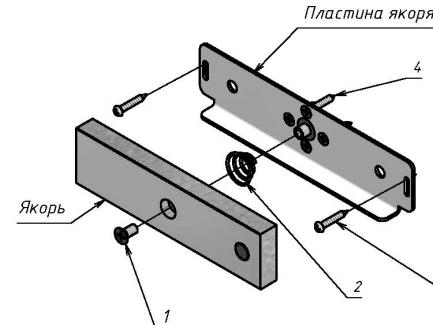

Рисунок 2 –Якорь с комплектом крепления якоря 350Р
- комплект крепления якоря 350F (рисунок 2);
5.4 Якорь замка для варианта поставки AL-350FB-M-02 устанавливается без сверления монтажных отверстий в двери и без штифта с помощью комплекта крепления якоря 350Р (рисунок 2). Якорь соединяется с пластиной крепления якоря винтом M6x12 (поз.1) через амортизирующую пружину (поз.2) и затем через регулировочные пазы в пластине крепится саморезами (поз.3) к двери. После окончательной регулировки взаимного положения корпуса и якоря при закрытой двери саморезы (поз.3) затягиваются, якорь снимается с пластины и выполняется крепление пластины к двери саморезами (поз.4), после чего якорь снова устанавливается на пластину.